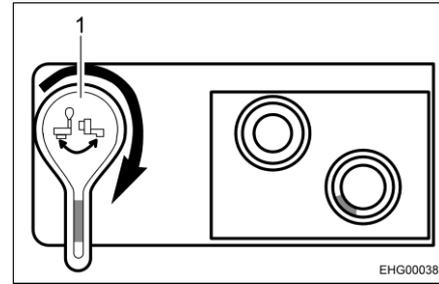

Bild 55 Ablassventil, geöffnet
- Ablassventil öffnen. Dazu den Hebel des Ablassventils 90° im Uhrzeigersinn drehen (siehe Bild 55,1).